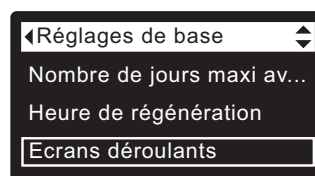

FIG. 55
3. Appuyez sur le sélecteur (O) pour afficher le menu des réglages de base (cf. Figure 55).
7. Pour désactiver un écran, mettez d'abord l'état en encadré; appuyez ensuite sur le sélecteur (O). Le carré noir deviendra un carré blanc. Enfoncer à nouveau le sélecteur (O) rétablit le carré noir et sélectionne à nouveau l'état mis en encadré. Au moins un écran d'état doit être sélectionné/mis en encadré.
8. Au terme de vos sélections, quittez ce menu en appuyant sur le bouton de GAUCHE (◀); l'afficheur revient au menu des réglages de base (Figure 55).